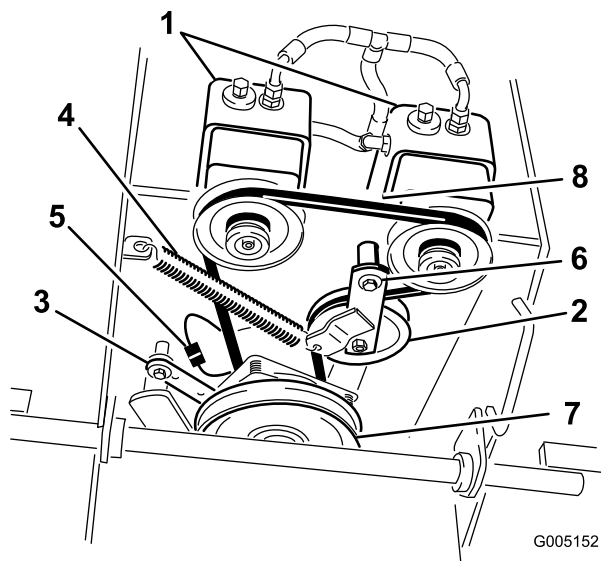

Figure 40
6. Détachez le dispositif de retenue de l'embrayage du plancher moteur (Figure 40).
7. Décrochez le ressort de tension du bâti (Figure 40).
9. Placez le ressort de tension entre le bras de la poulie de tension et la patte du bâti (Figure 40).
10. Reposez le dispositif de retenue de l'embrayage sur le plancher moteur (Figure 40).